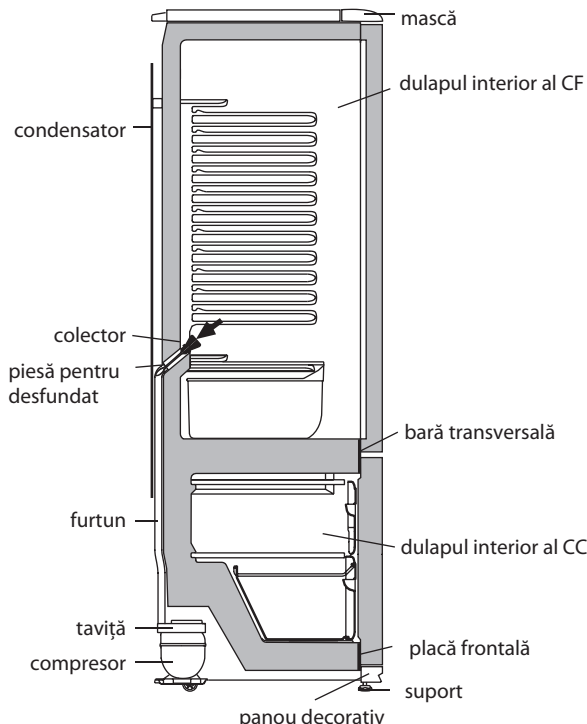

Figura 4 — Schema scurgerii apei rezultate în urma topirii din CF
2.2.1 În CF se folosește un sistem automat de dezghețare. Bruma, care apare pe pereții din spate al CF, după deconectarea compresorului care lucrează în ciclu, se topește și se transformă în picături de apă. Picăturile de apă rezultată în urma topirii se scurg în colector, apoi prin gaura acestuia și prin furtun - în taviță de pe compresor, în conformitate cu figura 4 și se evaporă. Gaura colectorului este dotată cu o piesă pentru prevenirea înfundării sistemului de drenaj.
Prezența apei în colector indică înfundarea sistemului de drenaj. Pentru eliminarea înfundării folosiți piesa corespunzătoare și curățați gaura colectorului, astfel ca apa să se scurgă liber în taviță, apoi spălați piesa și instalați-o în conformitate cu figura 4.
SE INTERZICE să utilizați frigiderul cu sistemul de scurgere înfundat. Apa care a apărut pe fundul CF sau care a ajuns în locul de alăturare a barei transversale și a dulapului interior al CF, în conformitate cu figura 4, poate provoca coroziunea dulapului exterior al frigiderului și elementelor agregatului frigorific, defectarea izolației termice, formarea crăpăturilor dulapului interior și defecțiunea frigiderului.
SE INTERZICE să decongețați congelatorul fără utilizarea elementului pentru drenare. Apa rezultată în urma topirii care se scurge din cameră afară de elementul pentru drenare, pătrunzând în locul de alăturare a plăcii frontale la dulapul interior în conformitate cu figura 4, poate provoca coroziunea dulapului exterior al congelatorului și a elementelor agregatului frigorific, defectarea izolației termice, formarea crăpăturilor dulapului interior și defectarea dulapului frigiderului.